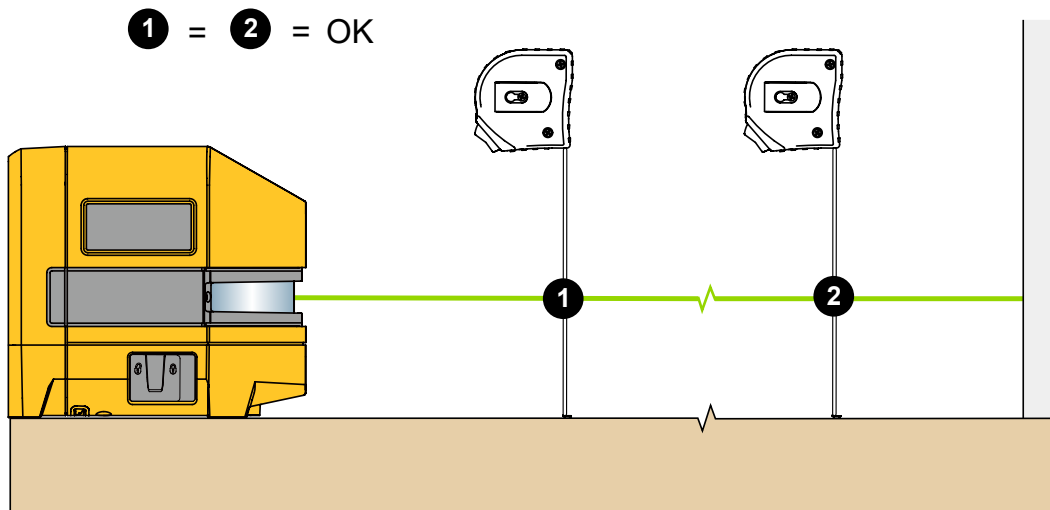

Figura 4. Allineamento di un elemento esistente
3. Misurare lo spazio dall'elemento al laser a diverse distanze dal prodotto. Vedere la Figura 4.